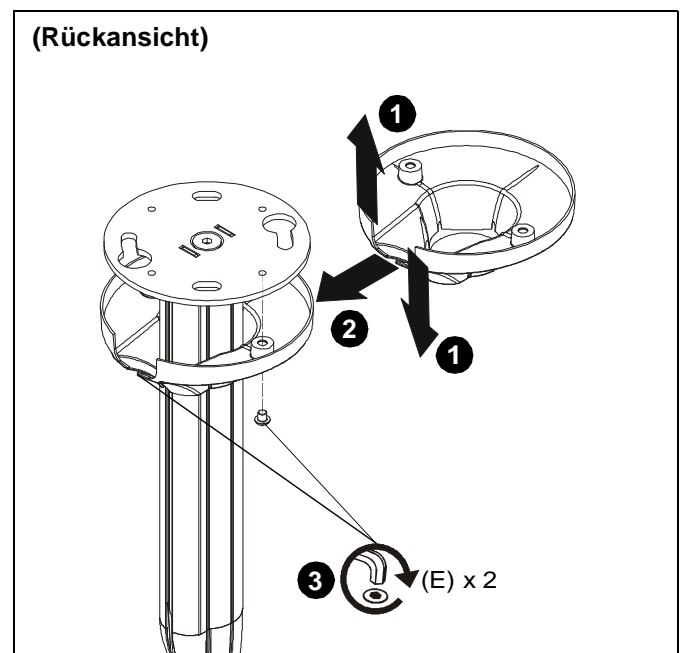

Abbildung 9
1. Bewegen Sie die Deckenplattenabdeckung (B) so, dass sie die Ausziehsäule umschließen kann. (Siehe Abb. 9)
2. Hüllen Sie die Deckenplattenabdeckung (B) um die Ausziehsäule. (Siehe Abb. 9)
3. Verwenden Sie zwei M6 x 6-mm (7/32")-Halbrundkopfschrauben (E) um die Deckenplattenabdeckung (B) an der CPA116-Platte (A) zu fixieren. (Siehe Abb. 9)